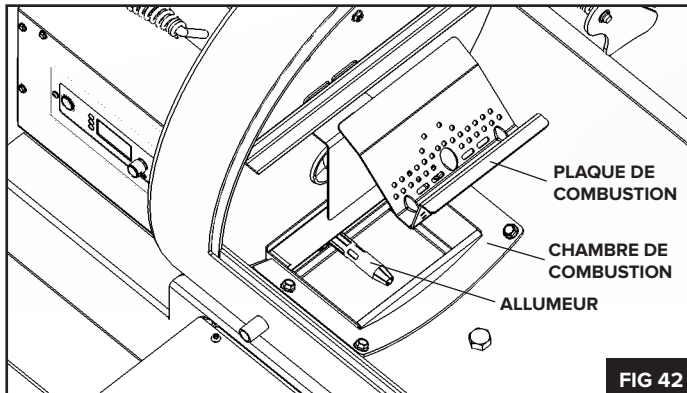

FIG 42
3. Enlevez la plaque de combustion de la chambre de combustion (**FIG. 42**). Inspectez-la et nettoyez-la soigneusement. Assurez-vous que les perforations de la plaque de combustion ainsi que le tube de l'allumeur du foyer ne contiennent aucun débris ou cendre. Effectuez un examen visuel des voies d'air localisées entre le ventilateur de combustion et la chambre de combustion afin de vous assurer qu'aucun débris ou cendre ne viennent les obstruer (un aspirateur commercial fonctionne à merveille pour nettoyer les débris et les cendres).